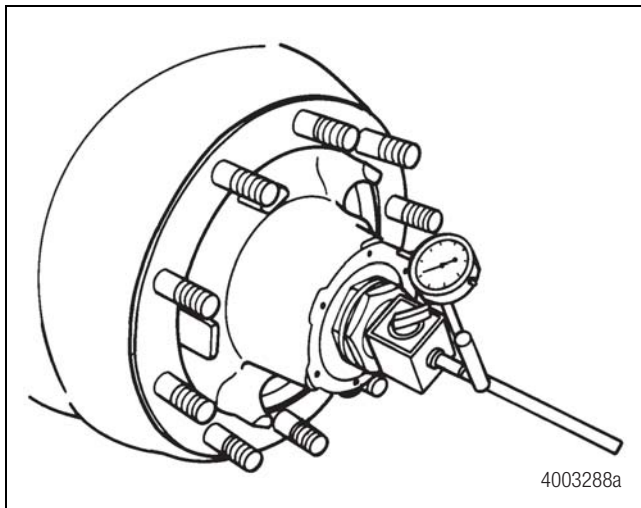

Figura 10.7
- A. Conecte a la espiga la base magnética del indicador de cuadrante. Ponga en contacto el vástago del indicador de cuadrante con la superficie de la junta de la tapa de la maza. Figura 10.7.